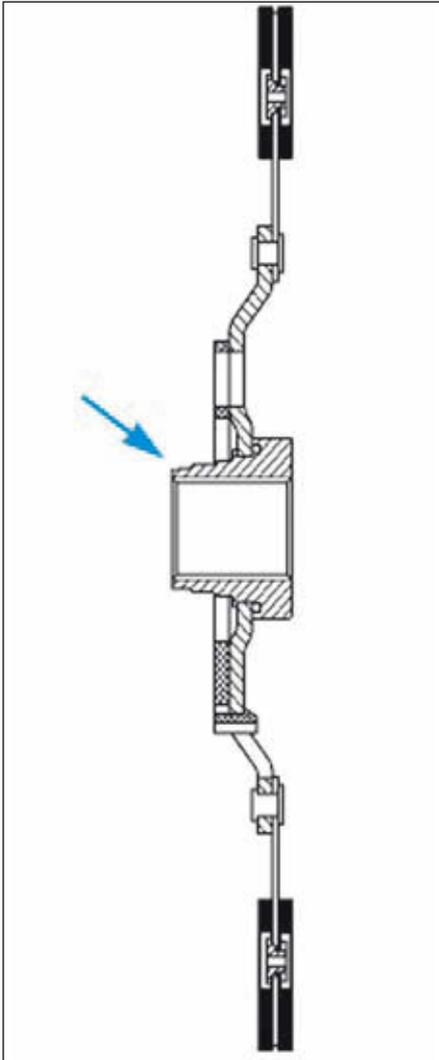

FIG.7
- Placer l'épaulement du disque d'embrayage côté volant moteur (Fig.7) (petit diamètre du moyeu côté volant moteur).